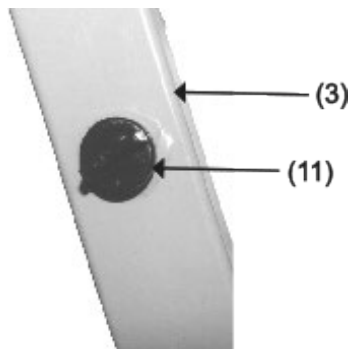

Abbildung 2
3. Befestigen Sie die Querstange (8) sowohl an der Hauptstütze (3) als auch am Bein (1). Schieben Sie die Federscheibe (9) und die Unterlegscheibe (10) auf die Schraube (5). Durch die Hauptstütze (3) und in die Querstange (8) einfädeln. Schieben Sie von der gegenüberliegenden Seite aus die Federscheibe (9) und die Unterlegscheibe (10) auf die zweite Schraube (5) und schrauben Sie sie in das Bein (1) und in die Querstange (8).
6. Schrauben Sie die beiden Stopfen (11) ab, entfernen Sie sie und füllen Sie den Ständer mit Sand, um die Geräuschentwicklung bei der Benutzung des Geräts zu verringern. Verwenden Sie nur Sand zum Befüllen des Standes. Verwenden Sie keine anderen Materialien oder Flüssigkeiten zum Befüllen des Ständers. Schrauben Sie die Stopfen wieder auf den Ständer. Siehe Abbildung 2 für weitere Einzelheiten.